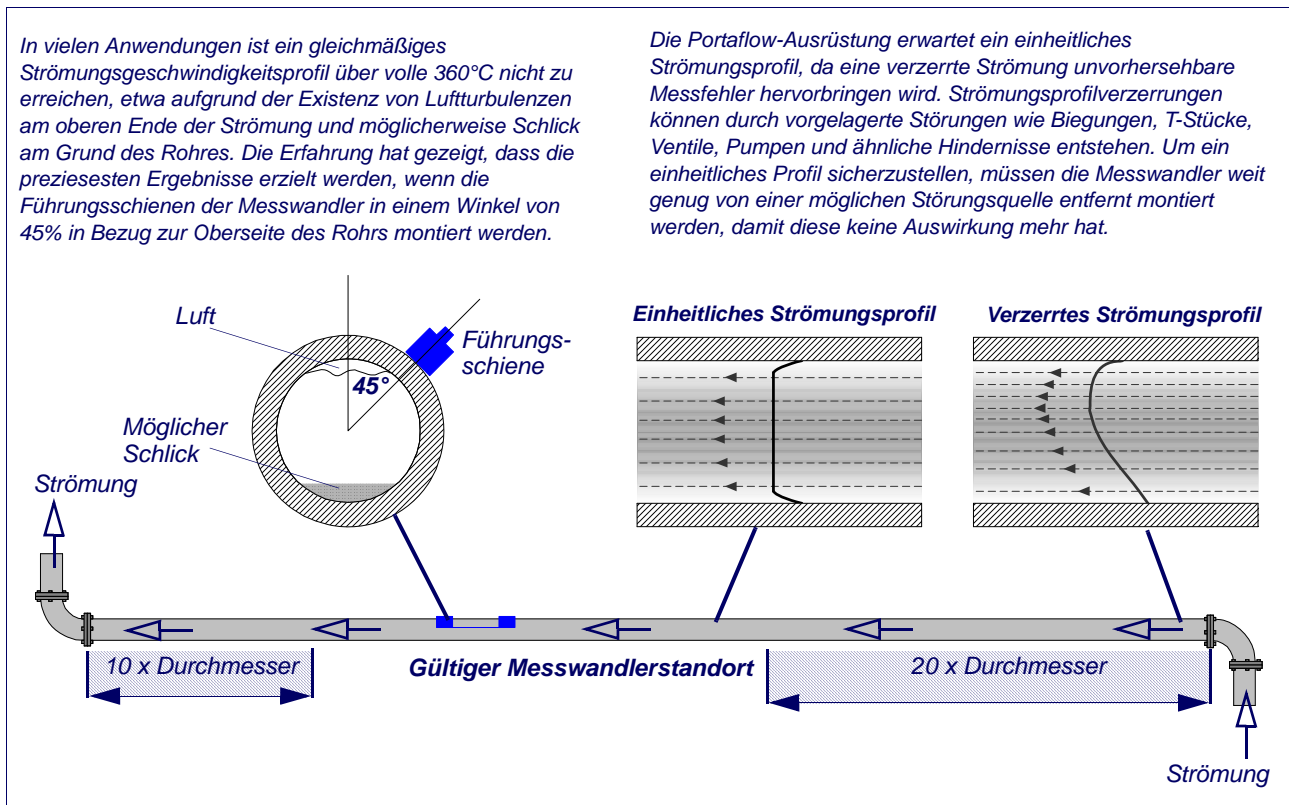

Abbildung 2.1 Anbringen der Messwandler
Um die genauesten Ergebnisse zu erhalten, muss der Zustand sowohl der Flüssigkeit als auch der Rohrwand dafür geeignet sein, die Ultraschallübertragung entlang ihrem vorbestimmten Weg zu ermöglichen. Es ist auch wichtig, dass die Flüssigkeit innerhalb des überwachten Rohrstücks einheitlich fließt und das Strömungsprofil weder von Hindernissen entgegen noch in der Strömungsrichtung verzerrt wird. Dies wird am besten dadurch erreicht, indem sichergestellt wird, dass ein gerades Rohrstück mit einer Länge von mindestens 20mal der Länge des Rohrdurchmessers auf der vorgelagerten Seite der Messwandler und 10mal der Länge des Rohrdurchmessers auf der nachgelagerten Seite vorhanden ist, wie in Abbildung 2.1 dargestellt. Strömungsmessungen können auch in kürzeren Stücken gerader Rohre bis mindestens 10 Durchmesser im vorgelagerten und 5 Durchmessern im nachgelagerten Teil vorgenommen werden, aber wenn die Messwandler so nah an Hindernissen platziert sind, können die daraus folgenden Fehler unvorhersehbar sein.
1. Vor dem Anbringen der Messwandler sollten Sie erst sicherstellen, dass die vorgesehene Stellung die in Abbildung 2.1 gezeigten Entfernungsanforderungen erfüllt, anderenfalls kann die erzielte Genauigkeit der Durchflussanzeige beeinträchtigt sein.